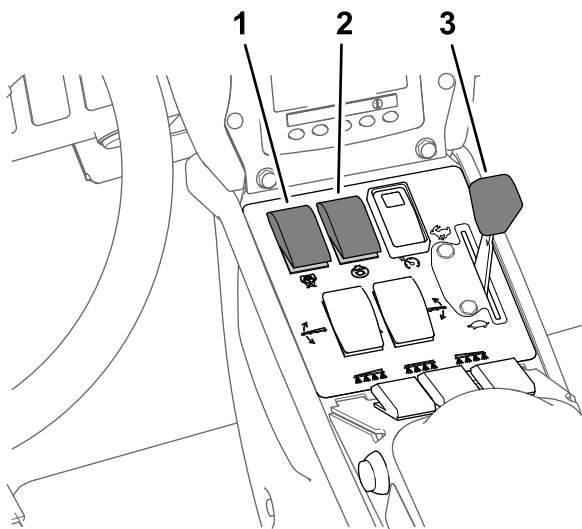

Figura 37
8. Impostate l'interruttore dell'agitatore e l'interruttore della pompa di irrorazione in posizione di ACCENSIONE (Figura 37).
9. Impostate l'acceleratore in posizione VELOCE (Figura 37).
4. Regolate l'acceleratore alla velocità del motore desiderata per irrorare; fate riferimento a Figura 37 in Irrorazione in modalità con volume di applicazione \(pagina 36\).
Nota: Questa procedura prevede che la pompa di irrorazione sia accesa; fate riferimento a Figura 37 in Irrorazione in modalità con volume di applicazione \(pagina 36\).